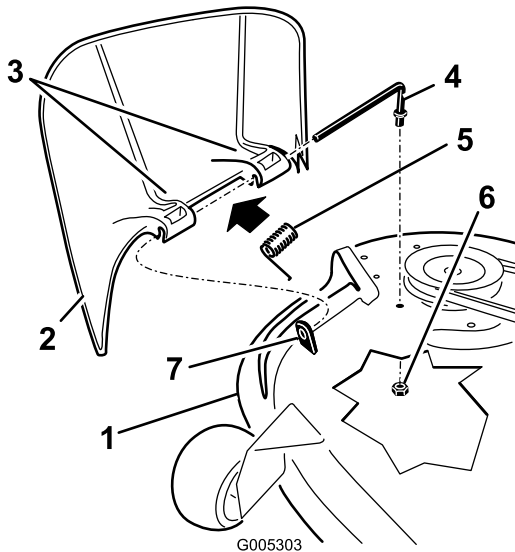

Figura 61
1. Retire la tuerca ($\frac{3}{8}$ ") de la varilla (debajo del cortacésped) (Figura 61).
4. Vuelva a colocar el deflector de hierba (Figura 61).
7. Deslice la varilla por el segundo soporte del deflector de hierba (Figura 61).
9. Sujete el extremo trasero de la varilla al cortacésped con una tuerca ($\frac{3}{8}$ "), según se muestra en Figura 61.
2. Retire la varilla del espaciador corto, del muelle y del deflector de hierba (Figura 61).